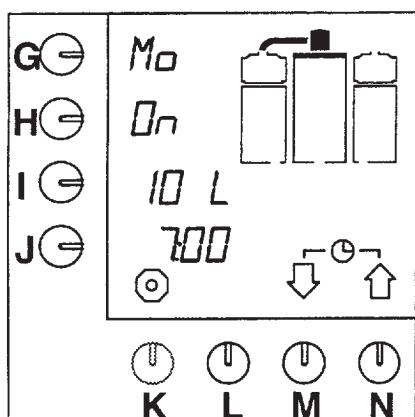

Рис.13 Таймер режима ожидания
- Часы на дисплее  высветятся, и система будет готовить кофе в установленное время. Время ожидания появится на дисплее (рис. 13).
- Режим ожидания появится на дисплее (рис. 13).